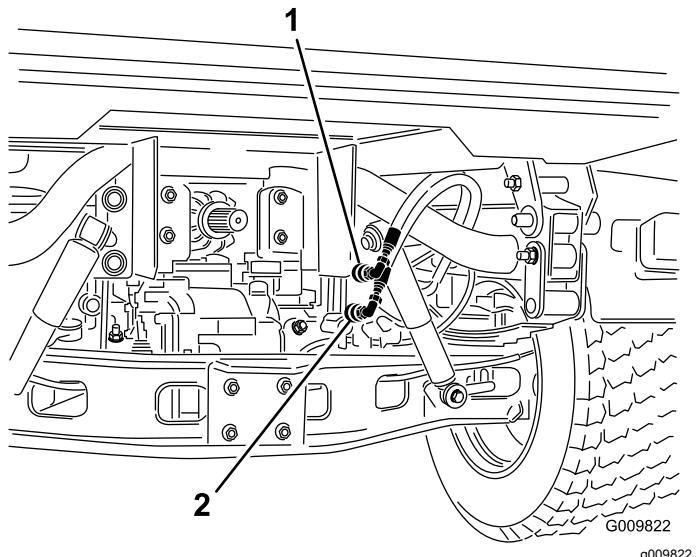

図 69
- それぞれの車両で、クイックカップラホース 2 本を、カップラブラケットのホースから外す図 69。